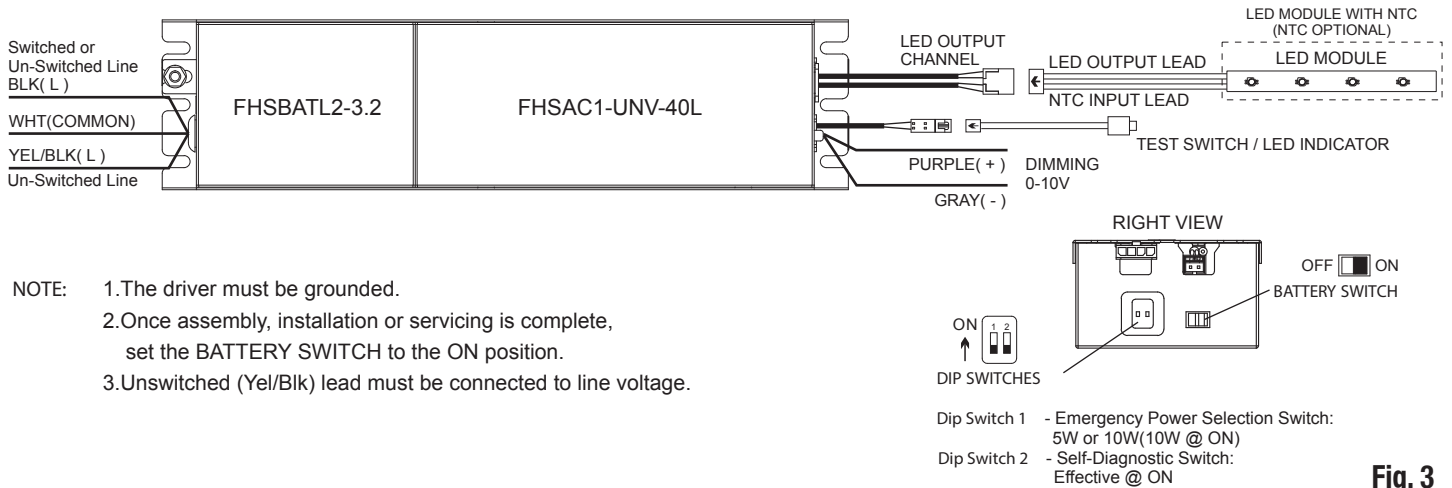

Fig. 3
6. Using the access plate hole housing, set the BATTERY PACK SWITCH of the emergency driver to the ON position (see Fig. 3).
6. En utilisant le trou de la plaque d'accès, réglez l'INTERRUPTEUR du bloc des batteries du contrôleur de DEL d'urgence sur la position "ON" (voir Fig. 3).